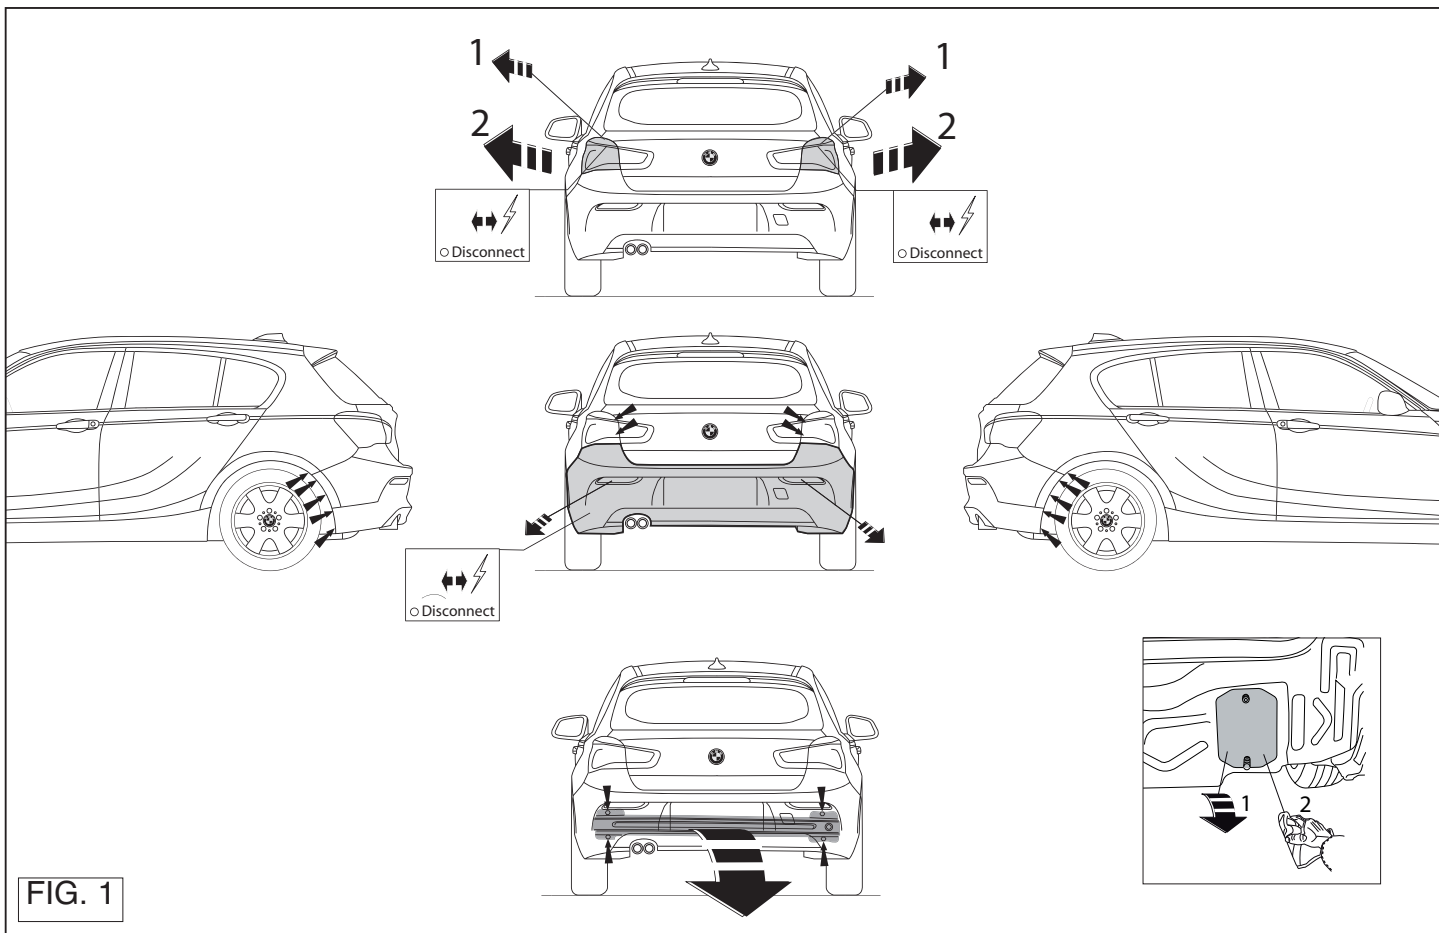

FIG. 1
1. Remove the rear-light units. (See fig. 1).
2. Remove the bumper. See figure 1.
10. Fit the rear-light units. (See fig. 1).
1. Demonteer de achterlicht units. (Zie fig. 1)
2. Demonteer de bumper. (Zie fig. 1)
10. Monteer de achterlicht units. (Zie fig. 1)
1. Установить оба блока задних фар. См. рисунок 1.
2. Снять бампер. См. рисунок 1.
10. Установить снятые ранее детали. См. рисунок 1.
1. Die Rücklichter befestigen. Siehe Abbildung 1.
2. Die Stoßstange abmontieren. Siehe Abbildung 1.
11. Das Entfernte montieren. Siehe Abbildung 1.